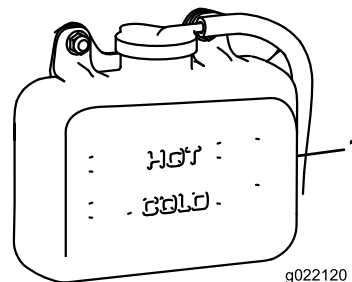

Bild 75
1. Prüfen Sie den Kühlmittelstand im Ausdehnungsgefäß (Bild 75).